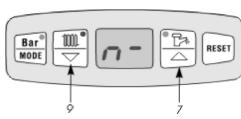

Рис. 17 – Панель управления
- Держите нажатой кнопку Bar/Mode (рис. 17) 8 сек, дисплей переключится в режим сервиса, дальнейшим нажатием кнопки Bar/Mode на дисплее изобразится с- (котел не работает с контуром рециркулирования), нажатием кнопок (9) или (7) см.рис. 17 на дисплее изобразится с1.
- Держите нажатой кнопку Bar/Mode (рис. 17) наименее 8 сек. Дисплей переключится в режим сервиса, на дисплее изобразится п-
- настройте п1 до п9, или п- кнопками (9) и (7) см.рис. 17, согласно таблицы и графика: (величины приведены для природного газа/пропана)